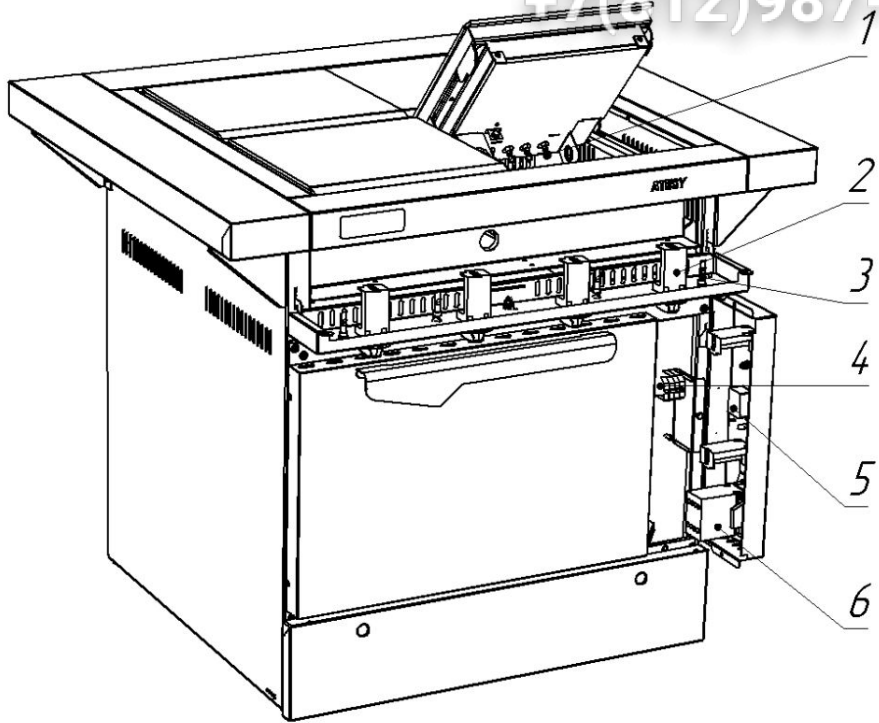
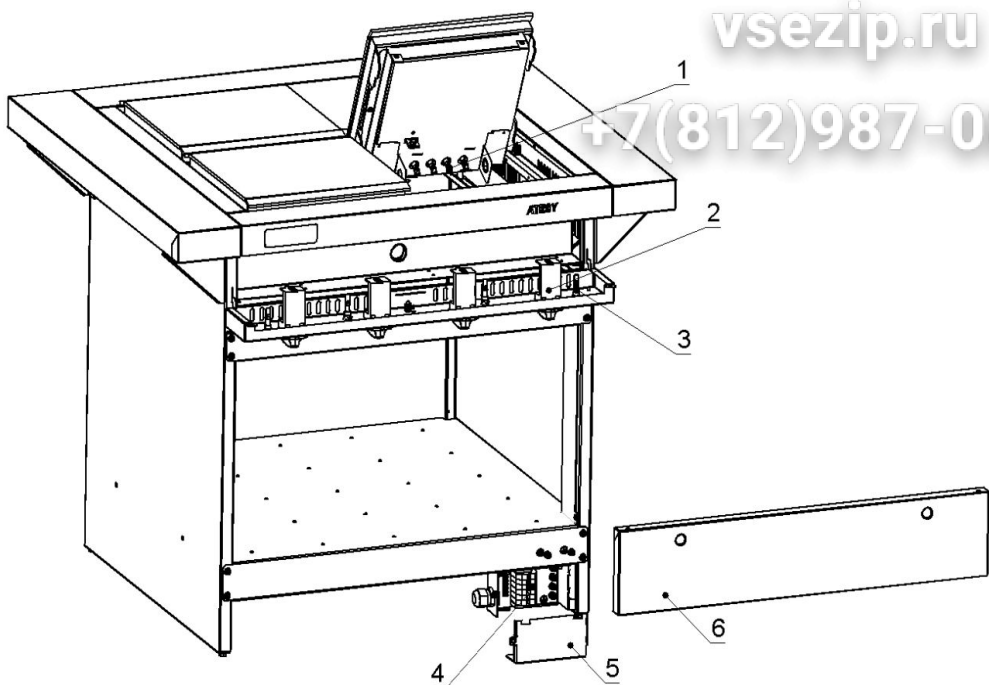

Рис.8
Рис.9
5.2. Клеммная колодка подключения плит серии ЭПШЧ к электросети находится за панелью управления жарочным шкафом (рис.8), а плит серии ЭПЧ — под декоративной панелью (рис.9). Схемы подключения электроплит приведены в приложениях 1-10.
5.4 Схема доступа к внутренним элементам плит серии ЭПШЧ (рис.8)
5.5 Схема доступа к внутренним элементам щита серии ЭПШ (рис.9)